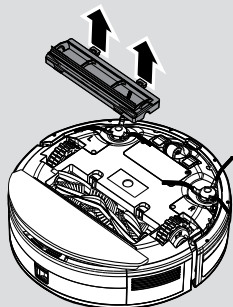

Abb. 17
2. Um die Abdeckung der Bürstwalze zu entfernen, drücken Sie die Clips an der Bodenplatte. **[Abb. 17]**